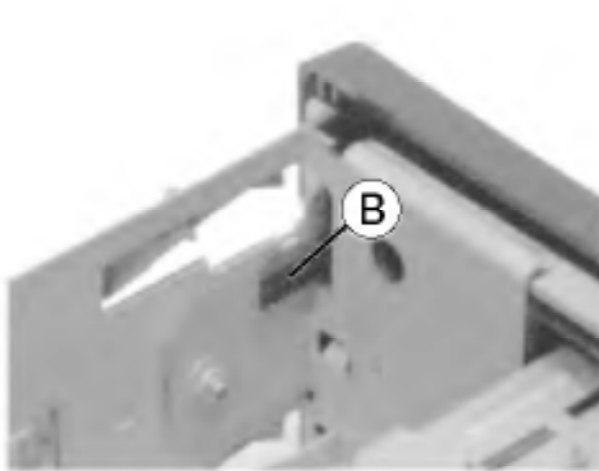

Fig. 3
- Rastnasen (B) und (C) ausrasten (Fig. 3 und 4). Frontblende nach vorne abziehen.
- Unhook the catches (B) and (C) (Fig. 3 and 4). Pull off the Front.